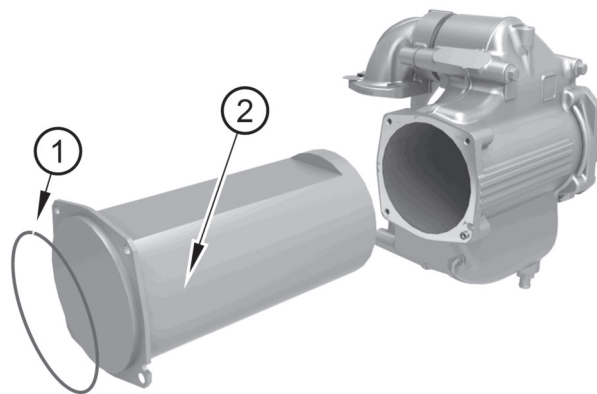

Abbildung 27
- 1. Entfernen Sie die O-Ring-Dichtung (Abbildung 27, Nummer 1) und das Rohrbündel (Nummer 2).